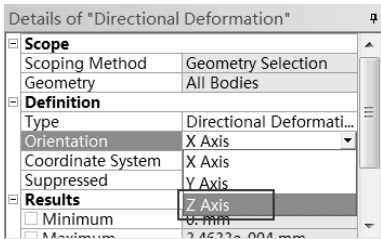

图 8-51 快捷菜单
Step5 : 通过对如图 8-51 所示 Orientation 进行修改来设置不同方向的变形分析云图。